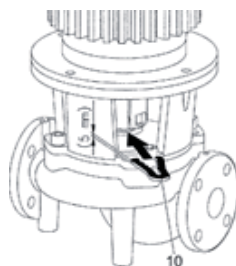

fig. 13: Montagevork voor instelwerkzaamheden
Bij alle montagewerkzaamheden is de montagevork (fig. 13, pos. 10) absoluut vereist voor het instellen van de juiste waaierpositie in het pomphuis!